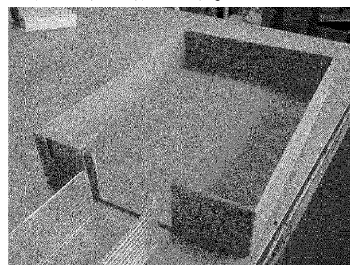

図7 大小トレイの切り口
- (1) 小トレイの短辺を切り落とし、小トレイの幅に合わせて大トレイの短辺中央部をのこぎりで切り落とす(図7)。